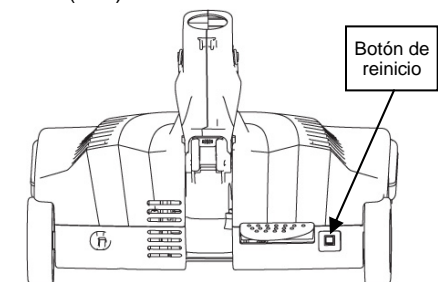

Fig. 23
8. Presione el botón de reinicio ubicado junto al botón de liberación del mango. Esto reiniciará el interruptor automático. (Fig. 23)
**NOTA:** Si su aspiradora no funciona luego de seguir cuidadosamente estas instrucciones, llame al Servicio al Cliente al 1 (800) 798-7398.